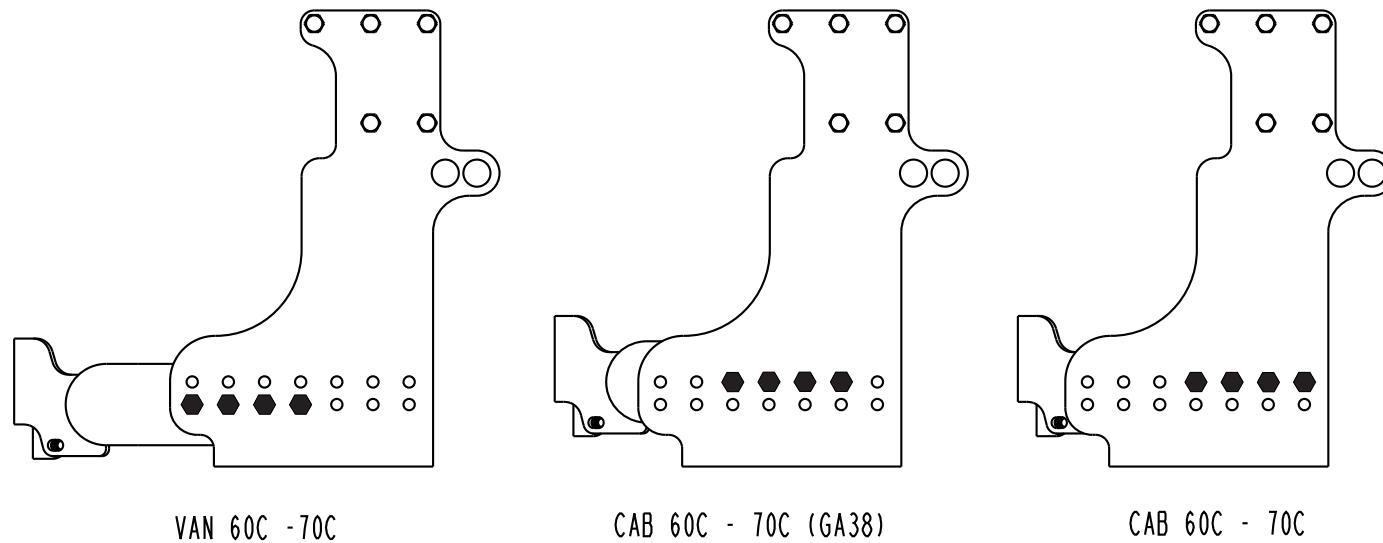

Fig. 2
- Zamontować poprzecznice G między wspornikami A i D w punktach H, całość lekko przymocować. Patrz rysunek 2.
4. Установить поперечный брус G между опорами A и D в точках H, затянув крепежный материал не до конца. См. рисунок 2.